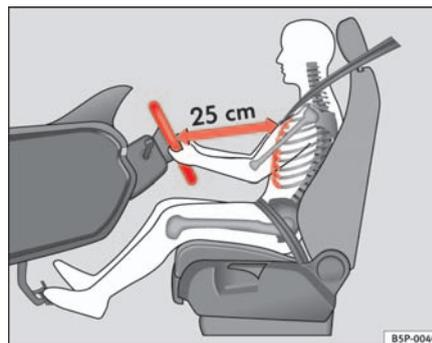

Fig. 128 Position de conduite correcte
- Réglez le volant jusqu'à ce que vous obteniez la position souhaitée ⇒ fig. 128.
- Réglez le siège du conducteur ou le volant de sorte que la distance entre celui-ci et votre thorax soit au moins de 25 cm ⇒ page 164, fig. 128. Si vous ne respectez pas cette distance minimale, le système d'airbags est dans l'incapacité de vous protéger – danger de mort !